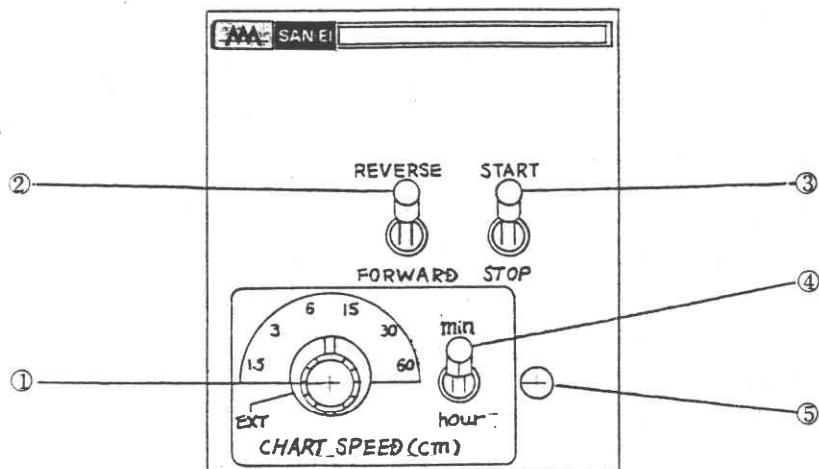

図2. パネルの説明
3. 図2口部は閉める時、配線をはさみ易いのでご注意ください。